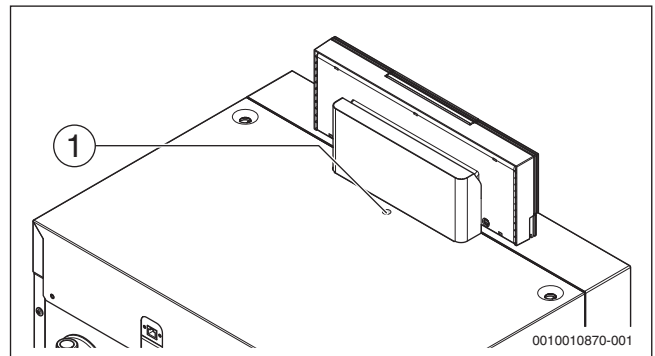

Bild 20 Befestigungsschraube der Kesselhaube
- Befestigungsschraube der Kesselhaube entfernen (→ Bild 20, [1]).
- Kesselhaube mit Befestigungsschraube sichern (→ Bild 20)